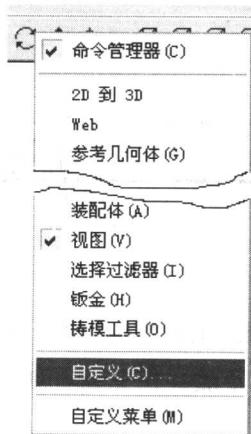

图 1.11
(3) 在工具栏上单击鼠标右键, 选择要显示的工具栏选项或选择“自定义”命令, 如图 1.11 所示。